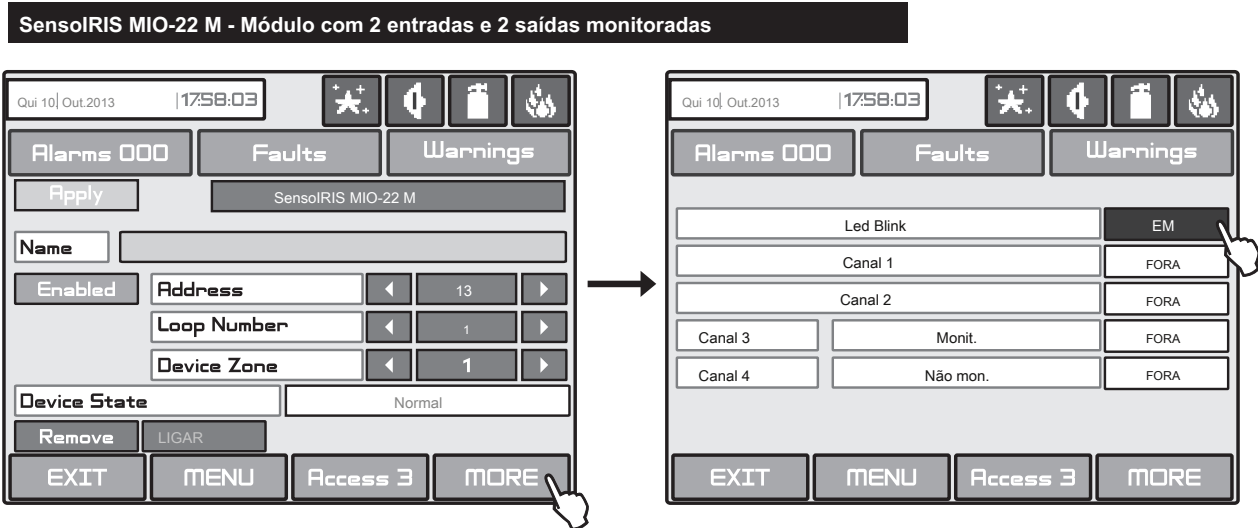

Fig. Tela 10 (n) - Módulo SensolRIS MIO-22M.
Na Fig. Tela 10 (n) é mostrada a tela de configurações do SensolRIS MIO-22M (módulo com 2 entradas e 2 saídas monitoradas). O painel reconhece a entrada 1 como canal 1, entrada 2 como canal 2, saída 1 como canal 3 e saída 2 como canal 4. Cada uma das saídas pode ser configurada para operar como tipo monitorado ou não monitorado, pois a configuração é via jumpers no PCB do módulo. O estado ativo das saídas monitoradas pode ser programado para operação no modo Normal ou Invertido com configuração no menu SAÍDAS (SISTEMA - PROGRAMAÇÃO - SAÍDAS) - ver descrição do menu no item 3.6. Quando uma saída é configurada para operar como monitorada, ela deve ser ligada a partir de uma unidade de fonte de alimentação externa (18-30 VCC).